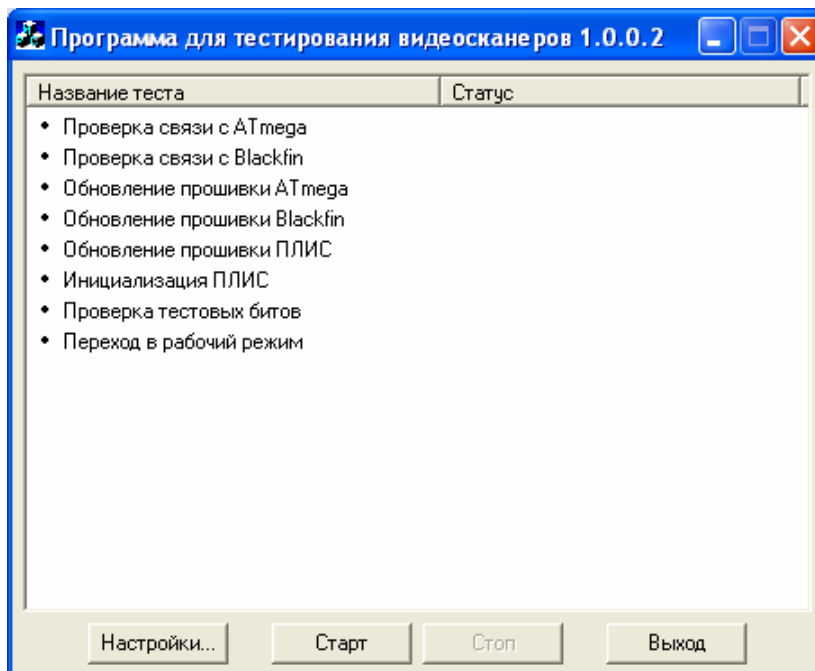

Рис. 24 Главное окно программы для тестирования видеосканеров
2. Нажмите на кнопку **Настройки** (Рис. 24)